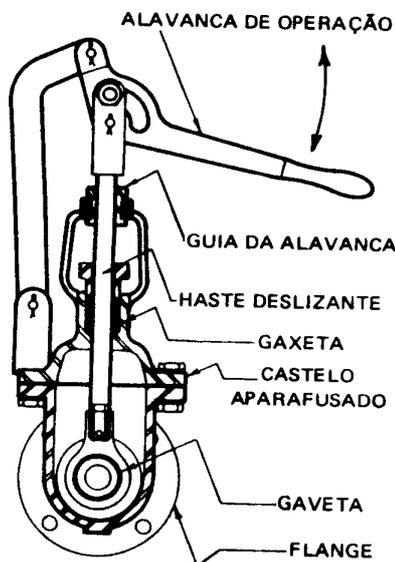

Fig. 18 - Válvula de fecho rápido.
2. *Válvulas de fecho rápido* (quick-acting valves) - Nessas válvulas a gaveta é manobrada por uma alavanca externa fechando-se com um movimento único da alavanca (Fig. 18). As válvulas de fecho rápido são usadas apenas em serviços em que se exija o fechamento rápido (enchimento de tanque de carros, vasilhames etc.), porque pela interrupção brusca do movimento do fluido, podem causar violentos choques nas tubulações.